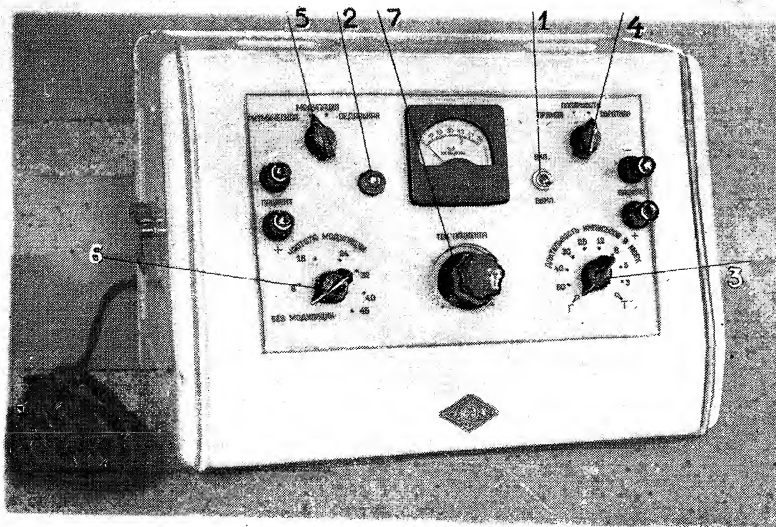

FIG. 7.
2. Проверить, чтобы выключатель питающей сети на панели аппарата находился в положении «выключено», а ручка потенциометра — в нулевом положении. Только после этого можно приступить к включению аппарата и его эксплуатации с установкой переключателей: режима работы (3) (см. рис. 7) («длительность импульсов»), полярности (4) и модуляции (5) и (6) в соответствующее предлагаемой лечебной процедуре положение. При проведении электродиагностики переключатель модуляции (5) должен находиться в положении «ритмическая».
4. При переводе выключателя аппарата (1) в положение «включено» загорается сигнальная лампа (2). Спустя 1—2 минуты после включения можно приступить к проведению электродиагностики или электростимуляции.